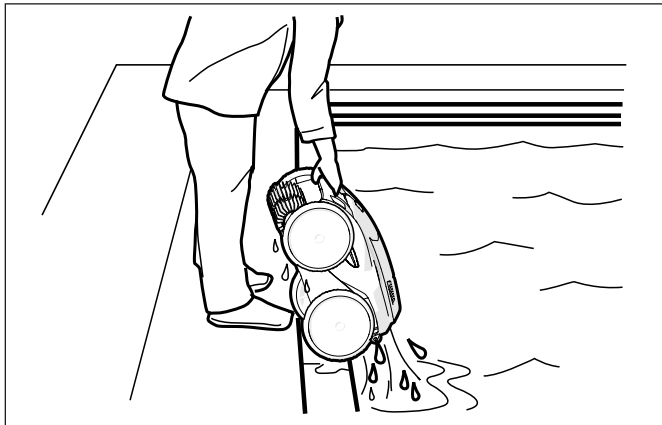

Figura 16. Sostenga el limpiador en posición vertical para drenar el agua
2. Mantenga el limpiador en posición vertical para que drene (Figura 16).